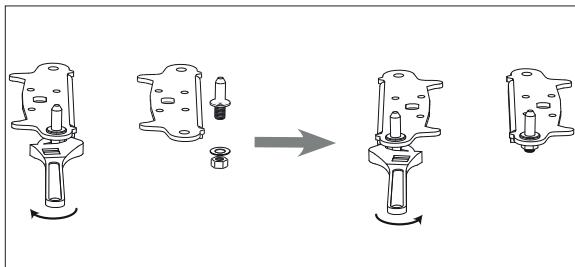

Fig. 13
- ▶ Fjern tappen for det nederste hængsel (fig. 13) med en 10" skruenøgle, og drej tappen i igen på den anden side.